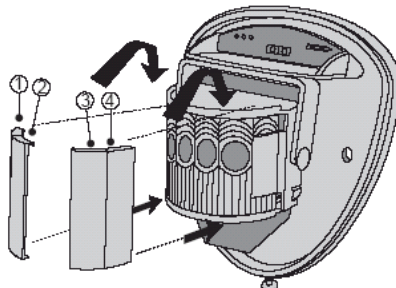

fig. 8
- Il modulo del rivelatore è dotato di due otturatori scorrevoli per ridurre l'angolo di rilevamento. Il gruppo di tende aggiuntive fornito consente di ridurre ulteriormente lo schema fasci, per esempio quando è richiesto l'angolo di rilevamento minimo di 10 gradi. Le tende sono montate nel modulo di panoramica e inclinazione come indicato nella fig. 8 qui sotto. Ogni sezione della lente del rivelatore fornisce una copertura di circa 10 gradi. **Vedere fig. 8.**